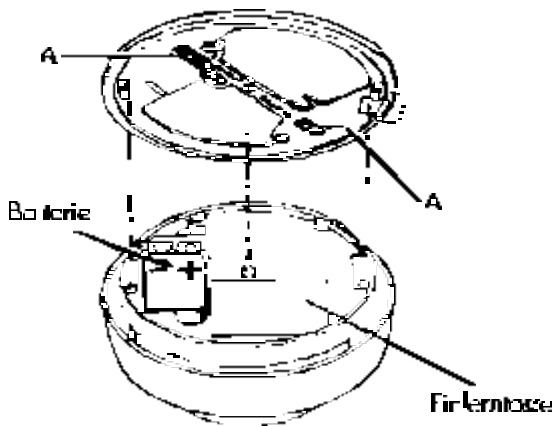

Bild 2: Aufbau des Funk-Rauchmelders
1. Entnehmen Sie die werkseitig umgekehrt eingelegte 9 V Lithiumbatterie aus der Halterung und setzen Sie sie in der gekennzeichneten Polarität ein. Die Batterieanschlussklemmen müssen spürbar einrasten (siehe Bild 2).